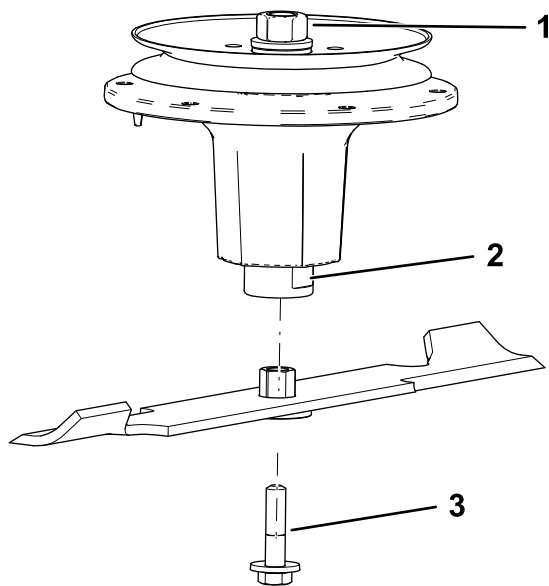

図 86
2. スピンドルシャフトにブッシュ・ブレードアセンブリを取り付ける 図 86。